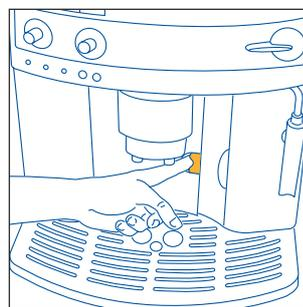
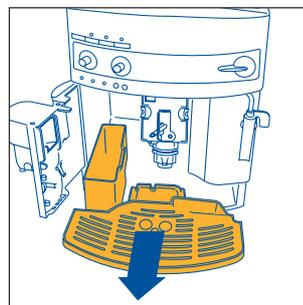

Fig.15
Fig.16
**NOTA 7:** la macchina conta il numero di caffè che vengono erogati. Ogni 14 caffè singoli (o 7 doppi), la spia 📊 si accende in modo fisso (cap. 12 punto 3) avvertendo che il contenitore fondi è pieno di pasticche ed è necessario svuotarlo e pulirlo. Finché non si fa la pulizia del cassetto fondi, la spia rimane accesa e la macchina non può fare il caffè. Per eseguire la pulizia aprire lo sportello di servizio sulla parte anteriore tirando l'apposita maniglia (fig. 15); si accende la spia ⚠ lampeggiante (vedere par. 12 punto 9); estrarre quindi la vaschetta raccogliogocce (fig. 16), svuotarla e pulirla. Svuotare e pulire accuratamente il cassetto fondi avendo cura di rimuovere tutti i residui che possono essere depositati sul fondo. Asciugare anche le eventuali gocce di condensa che si sono depositate all'interno della macchina sotto la vaschetta raccogliogocce. **IMPORTANTE:** quando si estrae la vaschetta raccogliogocce è **OBBLIGATORIO** svuotare sempre il contenitore fondi caffè anche se è riempito poco. Se questa operazione non è effettuata può succedere che, quando si fanno i caffè successivi, il contenitore fondi si riempia più del previsto e che la macchina si intasi di pasticche esauste.
- aprire lo sportello di servizio (fig. 15);
- estrarre il vassoio raccogli gocce ed il contenitore dei fondi (fig. 16) e lavarli;